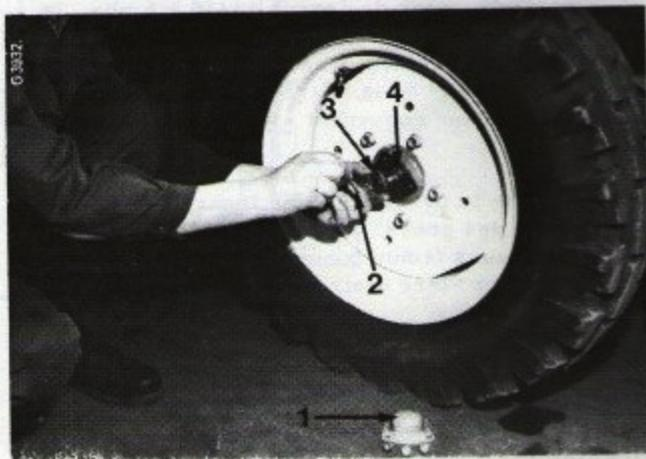

Fig. 91
Si nécessaire, enlevez les chapeaux de moyeu (1) Fig. 91 et de blocage puis resserrez l'écrou de fixation des roulements jusqu'à disparition complète du jeu. Faites tourner la roue lors du resserrage jusqu'à ce qu'elle commence à résister légèrement.